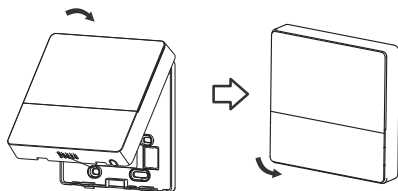

Abb. 3-13
- Nachdem Sie das obere Gehäuse justiert haben, befestigen Sie das obere Gehäuse; vermeiden Sie das Einklemmen der Verkabelung während der Installation. (Abb. 3-13)